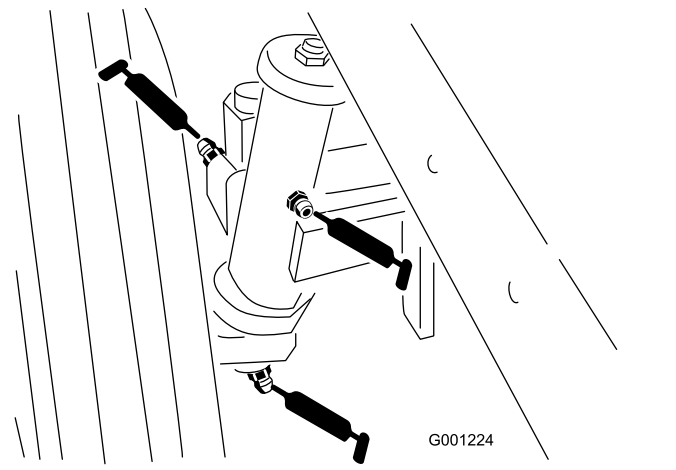

Figura 38
- Casquilhos do eixo da roda traseira (Figura 38)